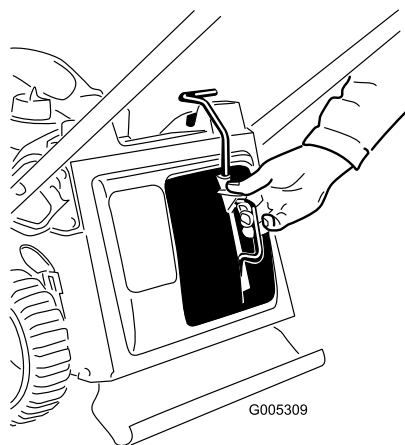

Figure 28
3. Insérez l'obturateur de broyage (Figure 28).